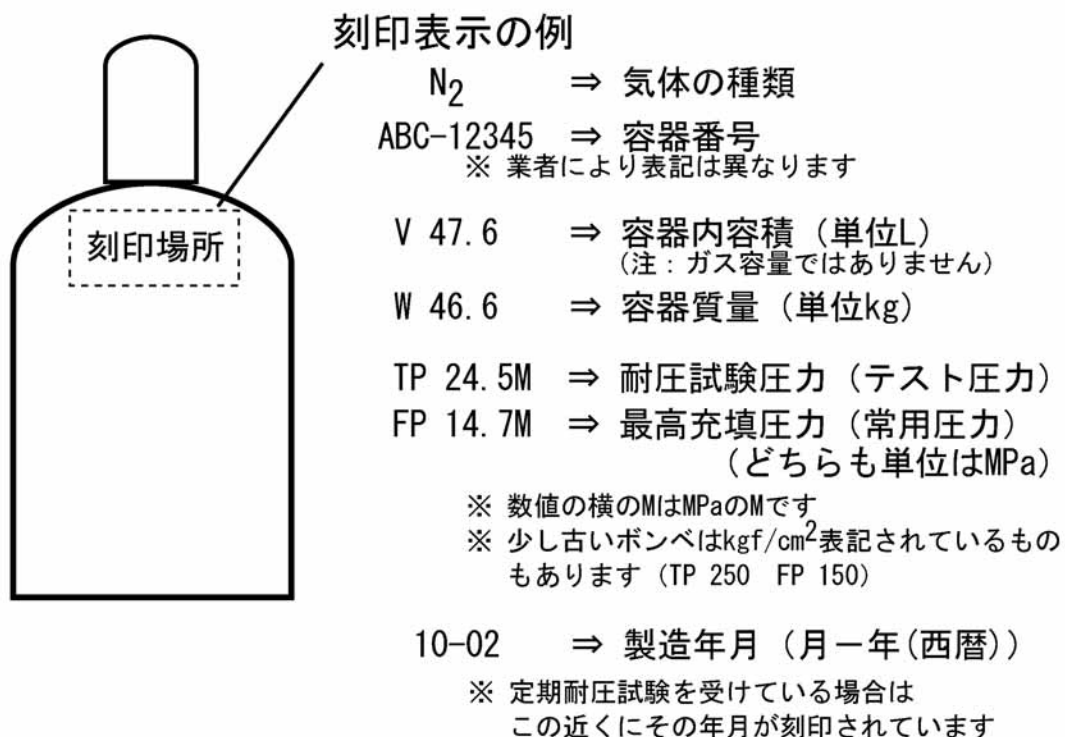

図 8-1：ボンベの刻印
- (5) ボンベの肩の部分には、「容器番号」、「容器の内容積」、「容器の質量」、「耐圧テスト年月」、「耐圧試験圧力」、「最高充填圧力」などが刻印されていますので、内容をよく把握してください（図 8-1）。